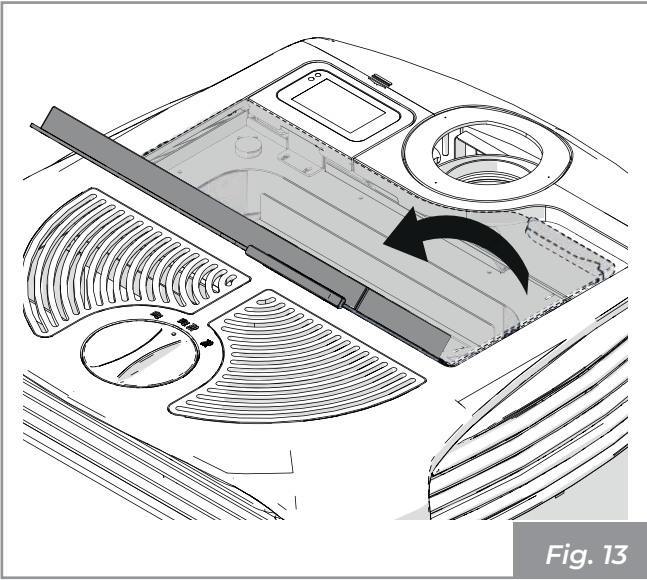

Fig. 13
- Aprire lo sportello per il carico dei pellet (**Fig. 13**).
- Open the pellet loading hatch (**Fig. 13**).
- Die Tür zur Pelletbeladung öffnen (**Fig. 13**).
- Ouvrir la porte pour le chargement des granulés (**Fig. 13**).
- Abrir la puerta para la carga de los pellets (**Fig. 13**).